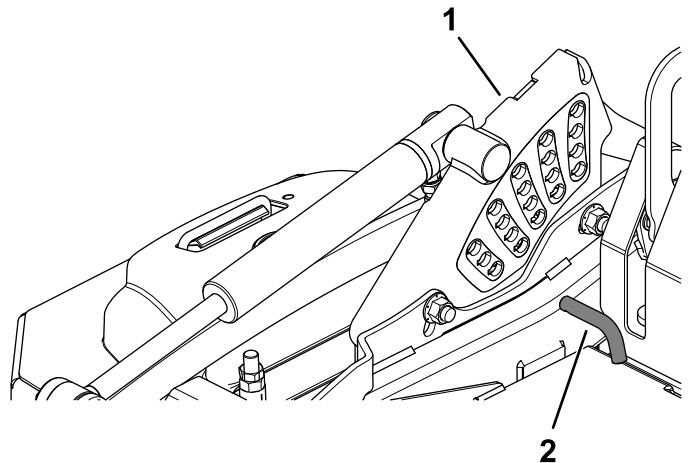

Bild 25
2. Drehen Sie den Schnitthöhenstift so lange, bis der Anschlagstift mit den Schlitzen in den Löchern in der Schnitthöhenhalterung ausgefluchtet ist. Nehmen Sie ihn dann ab (Bild 25).
3. Führen Sie den Schnitthöhenstift in das Loch ein, das der gewünschten Schnitthöhe entspricht (Bild 25).
Die Schnitthöhen finden Sie auf dem Aufkleber an der Seite der Mähwerkhubplatte (Bild 25).